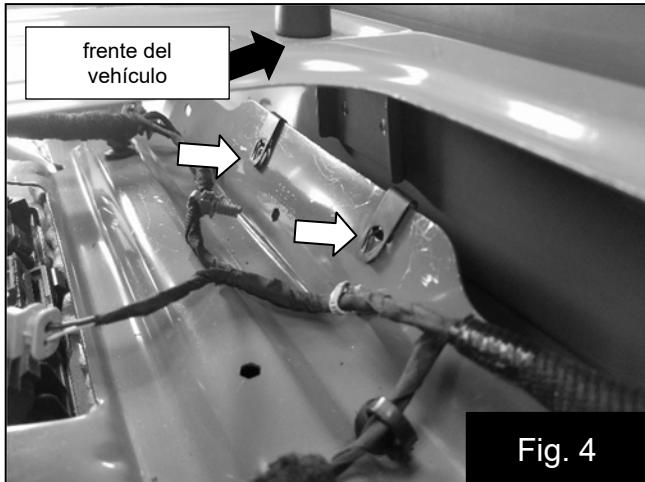

Fig. 4
6. Instale los clips roscados suministrados. Fig. 4